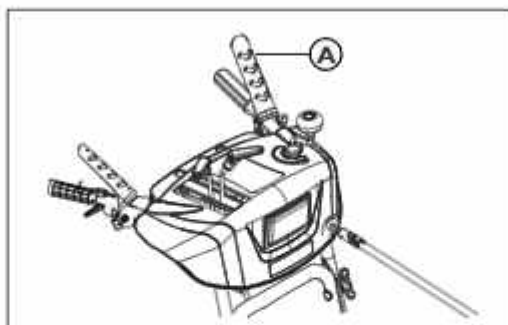

Рис. 24
1. Нажмите и удерживайте рычаг управления шнеком (рис. 24, поз. А), чтобы включить шнек или крыльчатку.